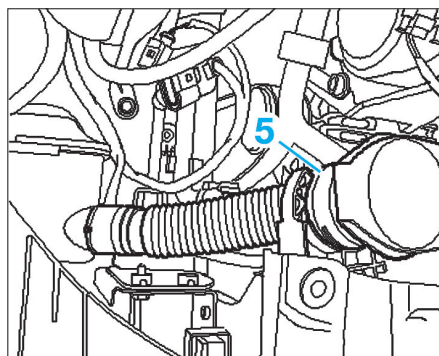

FIG. 141
- la goulotte (5) du réservoir de lave-glace (Fig.141),